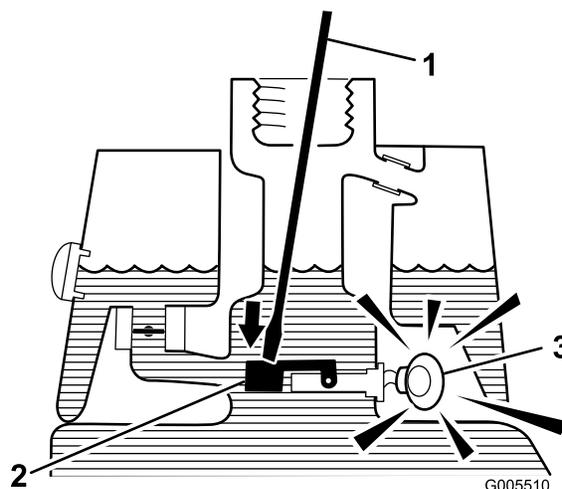

Figure 13
3. Introduisez une tige ou un tournevis propre dans le goulot du réservoir et enfoncez doucement le flotteur du capteur de niveau d'huile (Figure 13). L'alarme devrait se déclencher au bout d'une seconde.